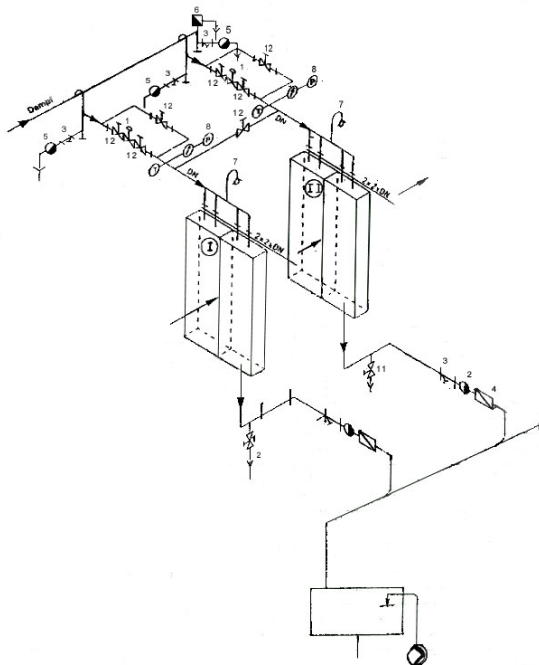

Bild 2 (Principschema)
Avluftningen sker via en avluftningsventil i rörledningen bakom värmemedium- utloppsventilen på värmeväxlaren. Tömningen sker via en tömningsventil i rörledningen framför värmemedium-inloppsstutsen (se bild 2). Både avluftningsanordningen och tömningsanordningen måste vara lätta att komma åt. Tömningen ska ske på det lägsta och avluftningen på det högsta stället.
För luftkylare **utan luftavfuktning** (avlägsnande av vatten) gäller beskrivningen i kapitel 6.3. (se även bild 2), både vad det gäller monteringen, tömningen och avluftningen.
a) Separat avvattning på två eller flera efter varandra kopplade värmeväxlare på luftsidan (bild 2)